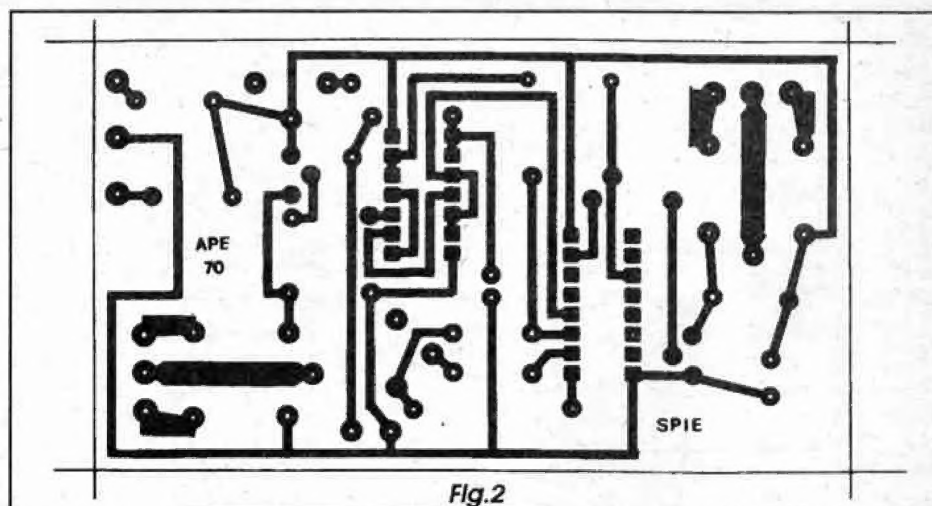

Fig.2
- **FIG. 2 - LAY OUT DO CIRCUITO IMPRESSO ESPECÍFICO** - Principalmente devido à presença dos dois relês, a placa não resultou muito pequena, ainda que sem exageros no seu tamanho final... O diagrama mostra, em escala 1:1, a sua face cobreada, com as áreas em negro indicando as partes (ilhas e pistas) a restarem após a corrosão (áreas em branco indicam as regiões onde a película de cobre é removida pela solução de perclororeto...). Com os integrados (e também os relês...) exigindo um certo rigor mecânico (tamanhos e posicionamentos) das respectivas ilhas, recomenda-se o uso de decalques apropriados na traçagem, feita após a cópia com carbono diretamente sobre a superfície cobreada de um fenolite virgem nas indicadas medidas... Após a corrosão, lavagem, furação e limpeza, tudo deve ser muito bem conferido, corrigindo-se eventuais falhas ou *curtos*... Observar com especial atenção as regiões entre as ilhazinhas destinadas à inserção das *perninhas* dos dois integrados, muito susceptíveis a *curtos* ou contatos indevidos, devido às suas dimensões reduzidas e extrema proximidade... Aos *começantes*, recomendamos ler com atenção as **INSTRUÇÕES GERAIS PARA AS MONTAGENS**, antes de iniciar qualquer procedimento...!